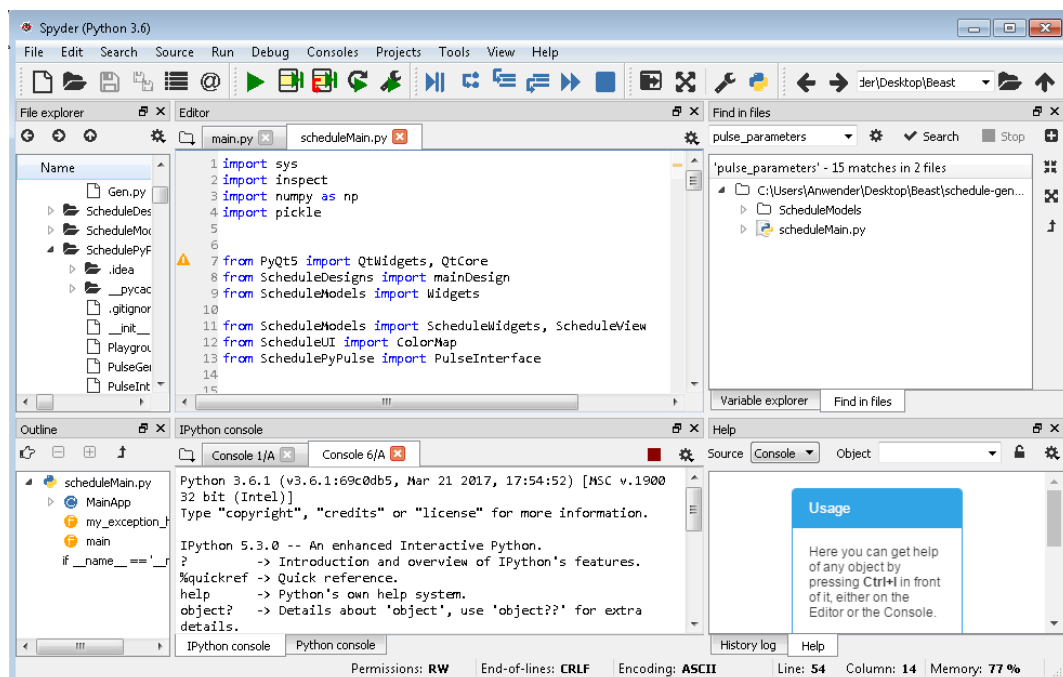

Abbildung 1: Starten des Moduls
3. Nachdem die Datei in Spyder geöffnet wird, führen Sie die Datei mit dem „run“-Knopf (oben, grünes Dreieck) oder F5 aus (siehe Abbildung 1)